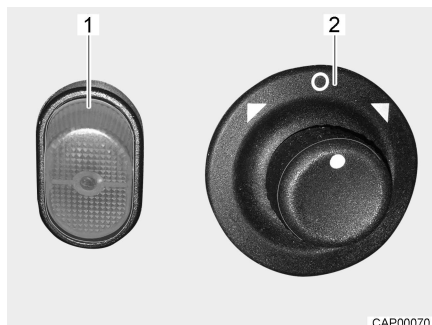

Fig. 13 Conmutador (retrovisores exteriores ajustables eléctricamente)
- Seleccionar el retrovisor que se desea ajustar. Para esto, girar el interruptor giratorio (Fig. 13,2) hacia la izquierda o hacia la derecha.
- Ajustar el retrovisor. Para ello, empujar el interruptor (Fig. 13,2) hacia la dirección deseada.
- Pulsar el interruptor (Fig. 13,1). La luz de control en el interruptor está encendido de color naranja e indica que la calefacción de los retrovisores está funcionando.